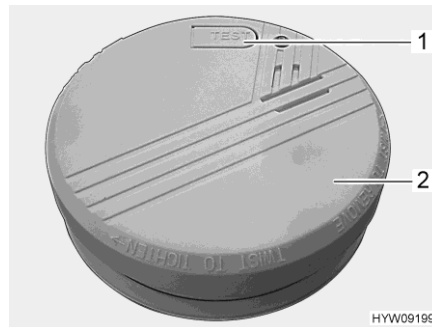

Bild 146 Rauchmelder
- Rauchmelder (Bild 146,2) entgegen dem Uhrzeigersinn drehen, bis er sich von der Halterung lösen lässt.
- Rauchmelder testen. Dazu Prüftaste (Bild 146,1) drücken. Der Alarmton muss ertönen.